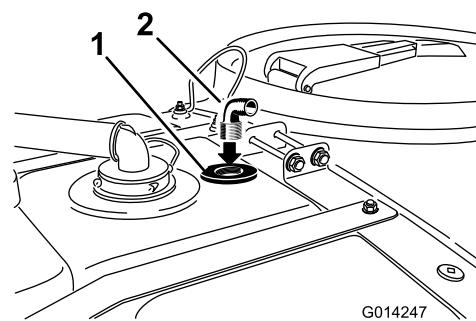

Рисунок 16
4. Установите фитинг в резьбовое отверстие переходного штуцера промывочного сопла (Рисунок 16).